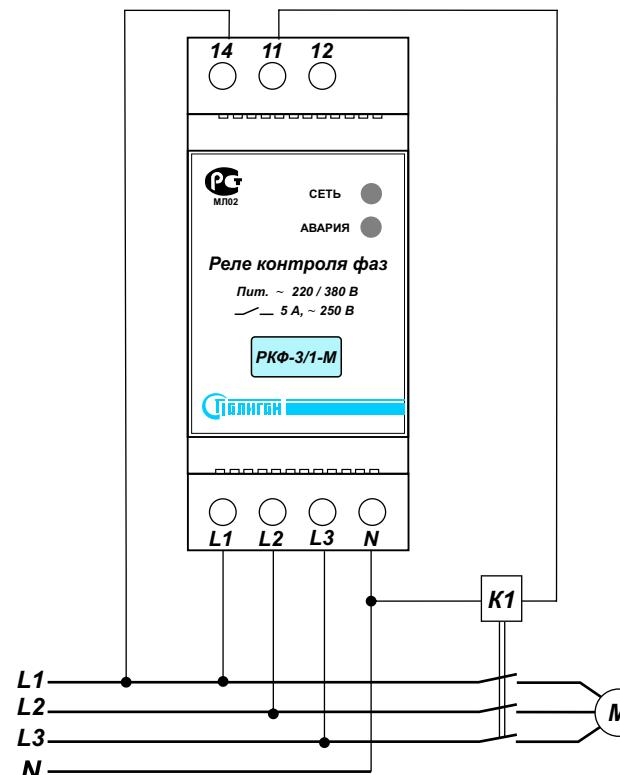

Рис.1. Типовая схема подключения реле РКФ-3/1-М.
4.3. Произвести подключение входной контролируемой сети, цепей управления и сигнализации согласно маркировке (рис.1): L1, L2, L3 - фазы; N - нейтраль; 11- переключающий контакт реле; 14 - нормально разомкнутый контакт реле; 12 - нормально замкнутый контакт реле.